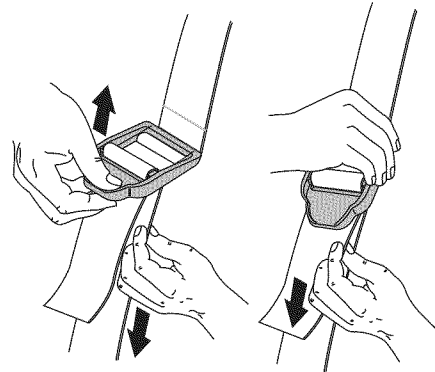

Fig. 7
4. Ajuste el largo al tamaño del operador. Tire de la lengüeta para alargar, tire de la correa para acortar (Fig. 7).